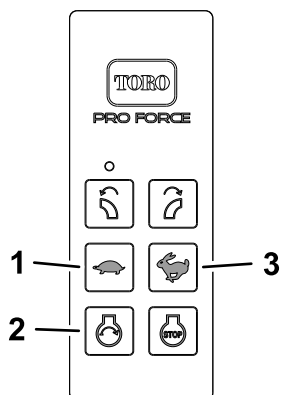

Figure 19
1. Appuyez en continu sur le bouton de DÉMARRAGE DU MOTEUR (Figure 19) de la télécommande portable jusqu'à ce que le moteur démarre.
3. Ajustez le régime moteur avec la télécommande portable en appuyant sur le bouton de HAUSSE ou de BAISSÉ du régime moteur (Figure 19).